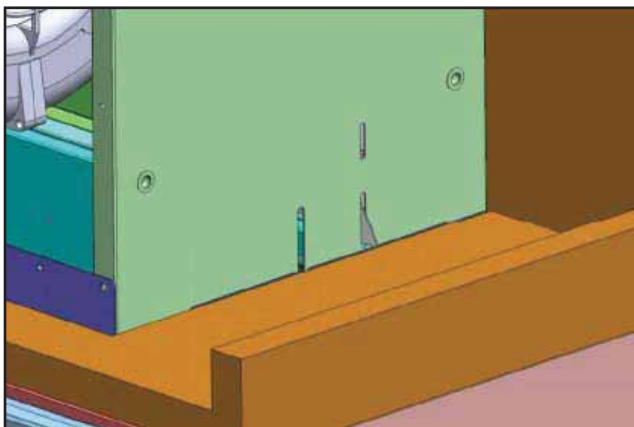

Fig.5
4) Des attaches à ressort sont situées sur les côtés gauche et droit du boîtier de la hotte. Elles tiendront temporairement la hotte en place, Fig.5.